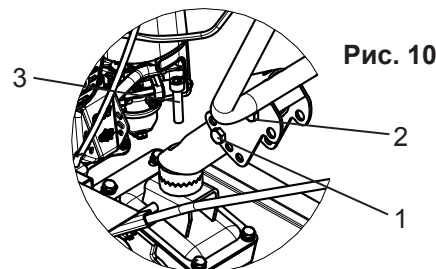

Рис. 10
- Для изменения угла наклона в вертикальной плоскости руля открутите один болт М10-6gx65 (рис. 10 поз. 1) и ослабьте затяжку второго болта (поз. 2), установите руль на нужный уровень высоты.